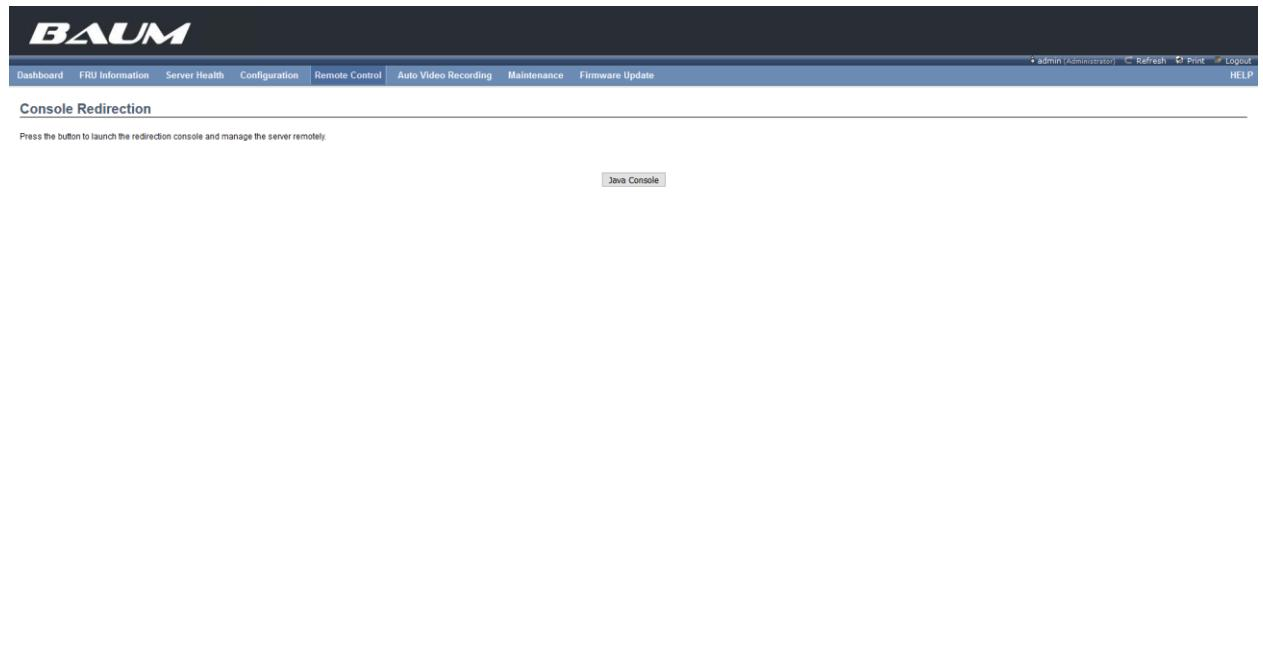

Рисунок 126 – IPMI Remote Control
4. Нажмите на кнопку «**Java Console**» (см. Рисунок 126).